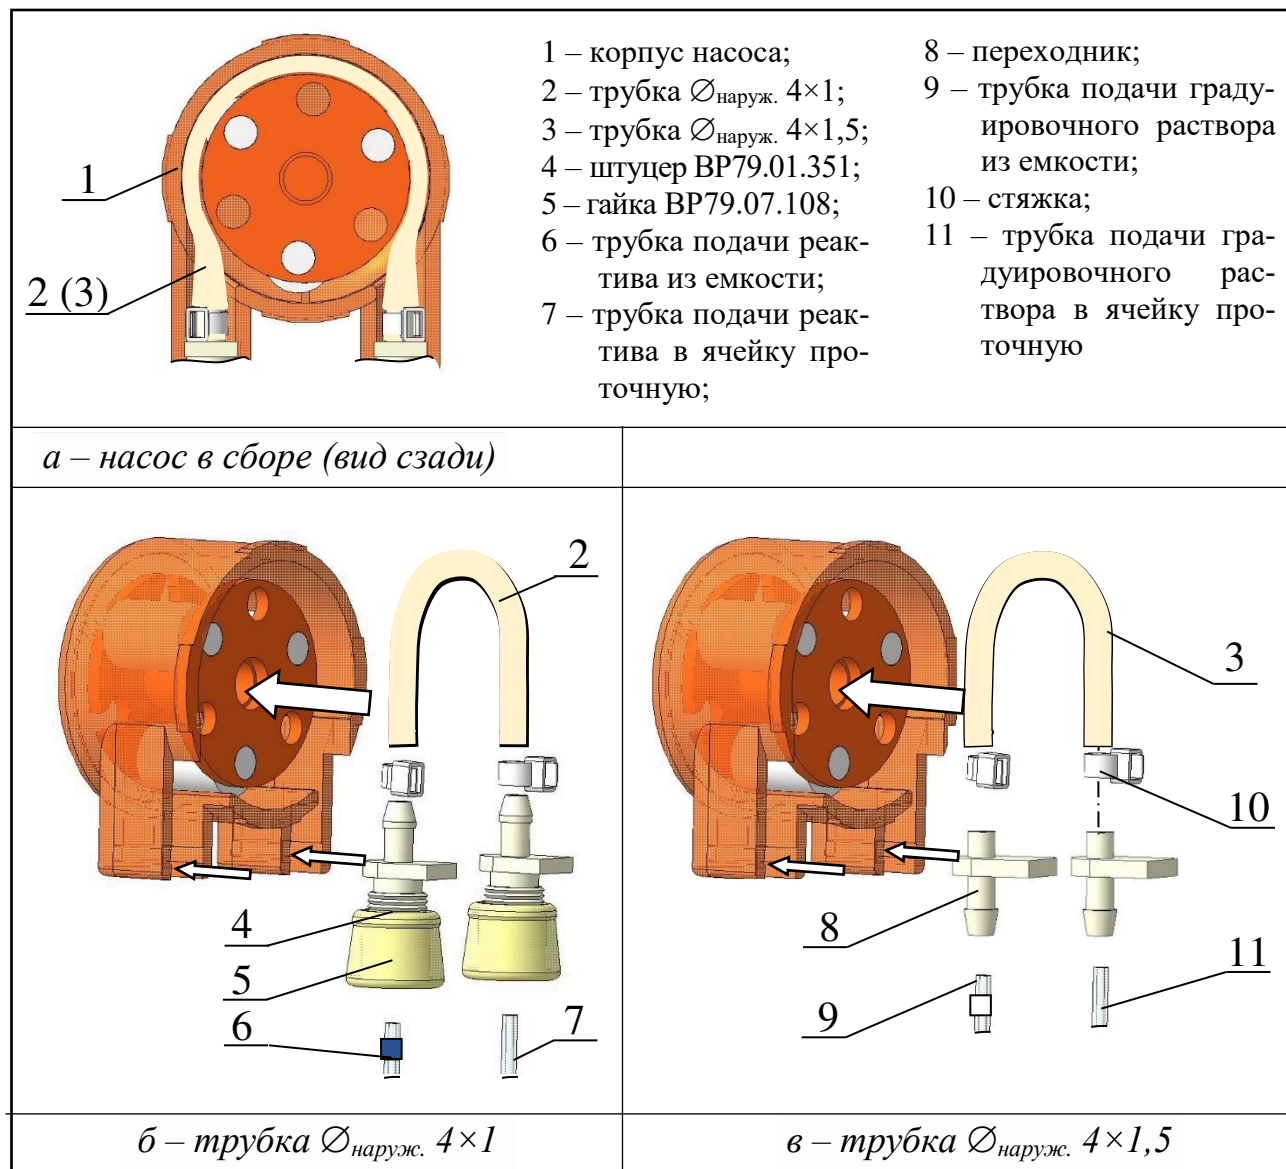

Рисунок 3.5 – Расположение трубок $\varnothing_{\text{наруж.}} 4 \times 1$ и $\varnothing_{\text{наруж.}} 4,5 \times 1$
Трубки $\varnothing_{\text{наруж.}} 4 \times 1$ располагаются в штуцерах насосов A...D, трубка $\varnothing_{\text{наруж.}} 4,5 \times 1$ – в штуцере насоса ГРАДУИРОВОЧНЫЙ РАСТВОР в соответствии с рис. 3.5а.
- 5) Ослабить гайку BP79.07.108 и отсоединить трубки для подачи реактивов от штуцеров BP79.01.351 (трубку для подачи градуировочного раствора – от переходников) в соответствии с рис. 3.5б (3.5в).
- 7) Разобрать насос в соответствии с рис. 3.5, снять стяжки и трубку $\varnothing_{\text{наруж.}} 4 \times 1$ ($\varnothing_{\text{наруж.}} 4,5 \times 1$).